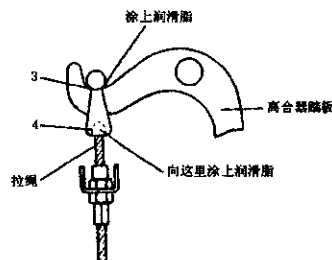

图 3-9 拉绳润滑点
(5) 润滑离合器拉绳
为保证离合器操纵机构的灵活可靠，减少拉绳连接部位的磨损，在对车辆进行保养时，应如图 3-9 所示在拉绳的指定部位③和④涂以润滑脂。